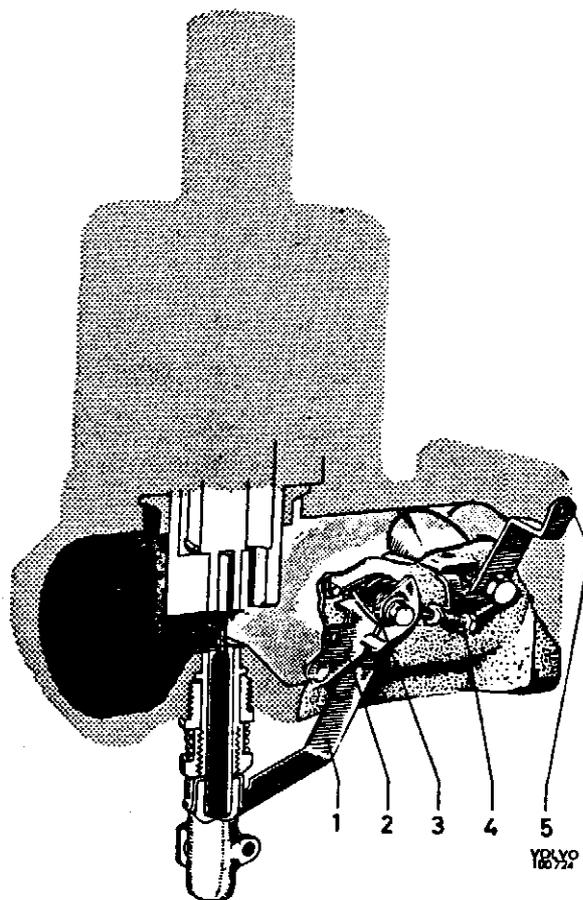

Abb. 15 Vergaser, Schnelleerlauf
Wenn der Zuggriff herausgezogen wird, wird das äußere Ende des Hebels (3) nach unten gepreßt und beeinflusst die Düse, so daß sich diese senkt. Außerdem wird die Schnelleerlaufschraube vom Nocken am Hebel (2, Abb. 15) beeinflusst und die Drosselklappen werden etwas geöffnet.
Wenn der Kaltstartgriff herausgezogen wird, wird auch die Drosselklappe betätigt. Der Hebel (2, Abb. 15) ist an einem Ende als Nocken geformt. Der Nocken drückt auf die Schnelleerlaufschraube (4), wodurch die Drosselklappe geöffnet wird. Der Motor erhält auf diese Weise eine höhere Leerlaufdrehzahl, solange der Kaltstartgriff herausgezogen ist.